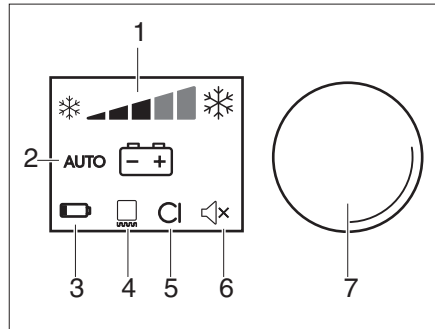

Bild 88 Bedienelemente für den Kühlschrank (Dometic 10er-Reihe)
- ▶ Betriebsmodus auf „AUTO“ (Bild 88,2) stellen.
- ▶ Kühltemperatur mit dem Bedienknopf (Bild 88,7) einstellen.
- ▶ Bedienknopf (Bild 88,7) für 4 Sekunden drücken. Der Kühlschrank ist abgeschaltet.